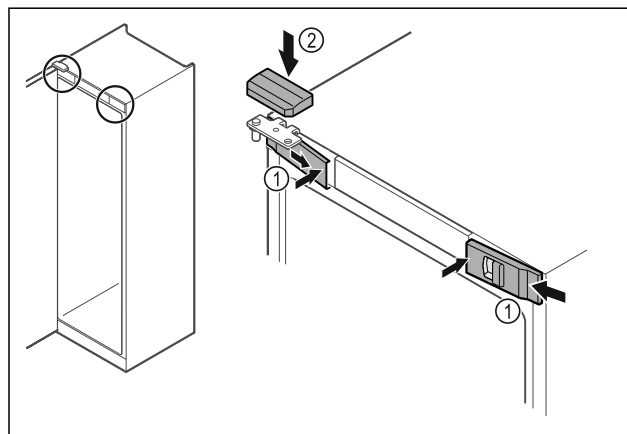

Fig. 45
- Αναρτήστε τα μπροστινά καλύμματα Fig. 45 (1) στο πλάι και κουμπώστε τα εσωτερικά.
- Κουμπώστε το επάνω κάλυμμα Fig. 45 (2) από πάνω.